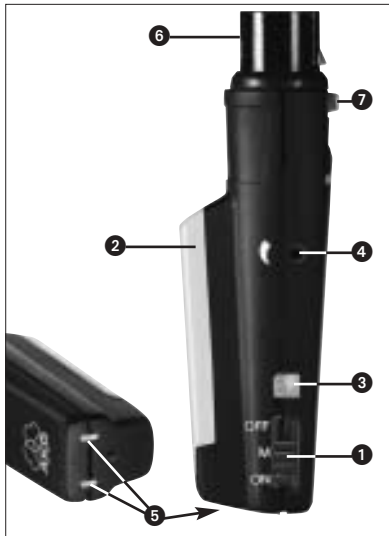

Fig. 1: Elementos de mando del SO 40
2.5 Elementos de mando (véase Fig. 1)